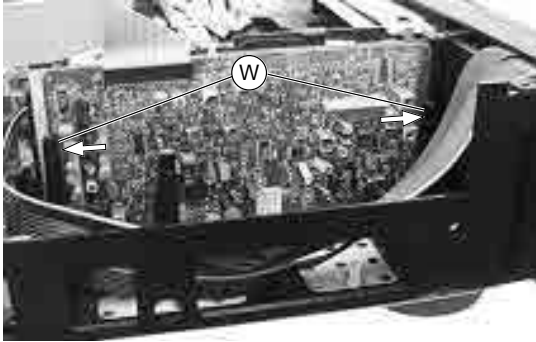

Fig. 13
- Führungsleisten (W) vorsichtig auseinanderdrücken und S-VHS-Platte herausnehmen (Fig. 13).
- Press the guides (W) carefully apart and take out the S-VHS Board (Fig. 13).